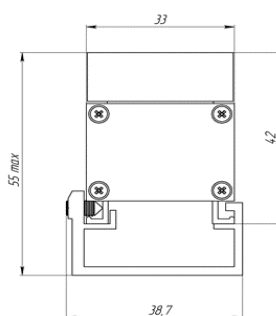

Рис. 1
2.3 Габаритные, установочные размеры и крепежные элементы представлены на рис.1
комплект не входят). Усилие закручивания болта не менее 4 Н*м. Габаритные и установочные размеры указаны на рис.1.